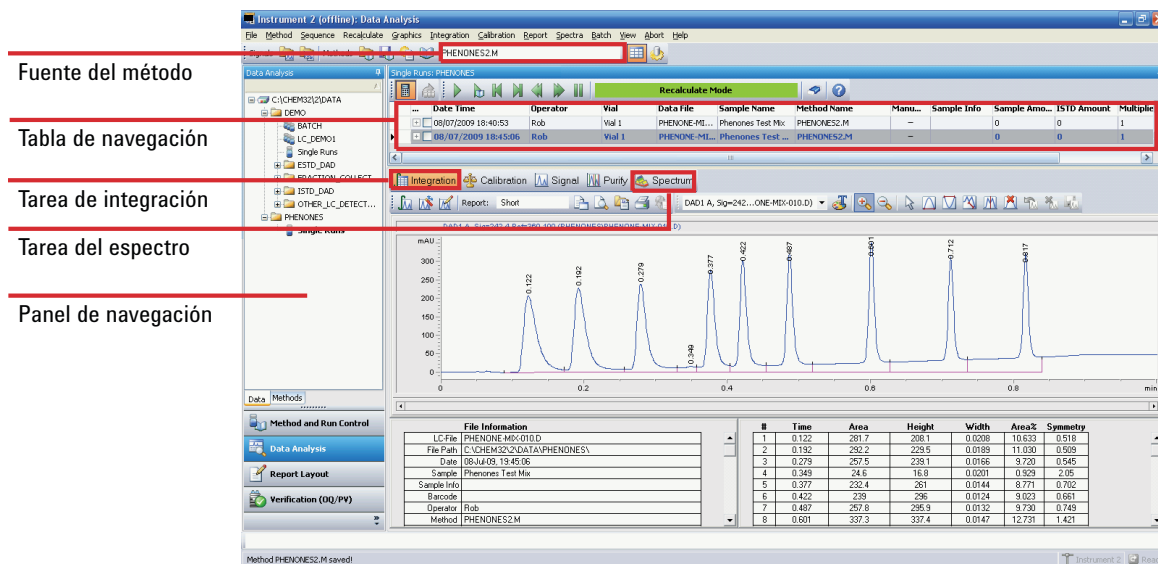

Figura 34 Vista Análisis de datos
- 2 Haga clic en Análisis de datos en la parte inferior izquierda de la pantalla (consulte la Figura 34 en la página 108).